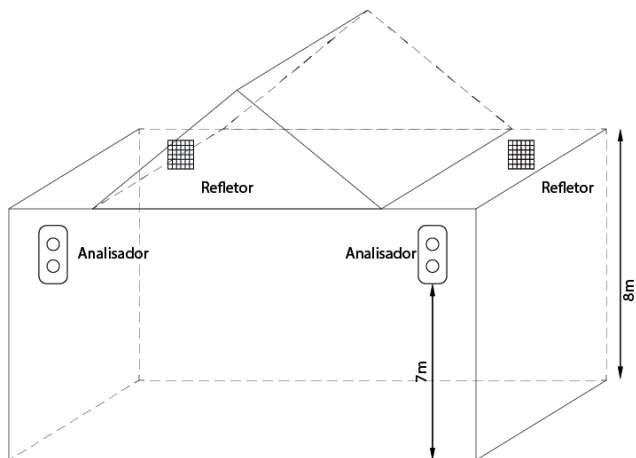

Fig. 6
c) Quando os espaços possuírem uma altura maior que 8m o conjunto deve ser instalado a 7m de altura do chão, como mostrado na Fig. 6. A distância do conjunto analisador/refletor para o teto nunca deve ser menor que 0,5m. no conector/borne +BAT- respeitando as indicações de polaridade, fio vermelho na conexão positiva (+) e fio preto na conexão negativa (-).